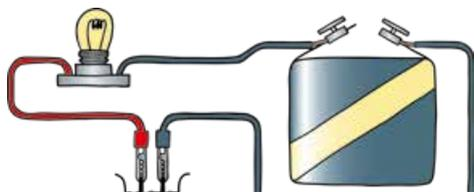

Abb. 1: Prüfung der Leitfähigkeit von Flüssigkeiten
- Mit dem Aufbau in Abbildung 1 lässt sich die Leitfähigkeit von Flüssigkeiten überprüfen.
- Baue den Versuch so auf, wie er in Abbildung 1 zu sehen ist.